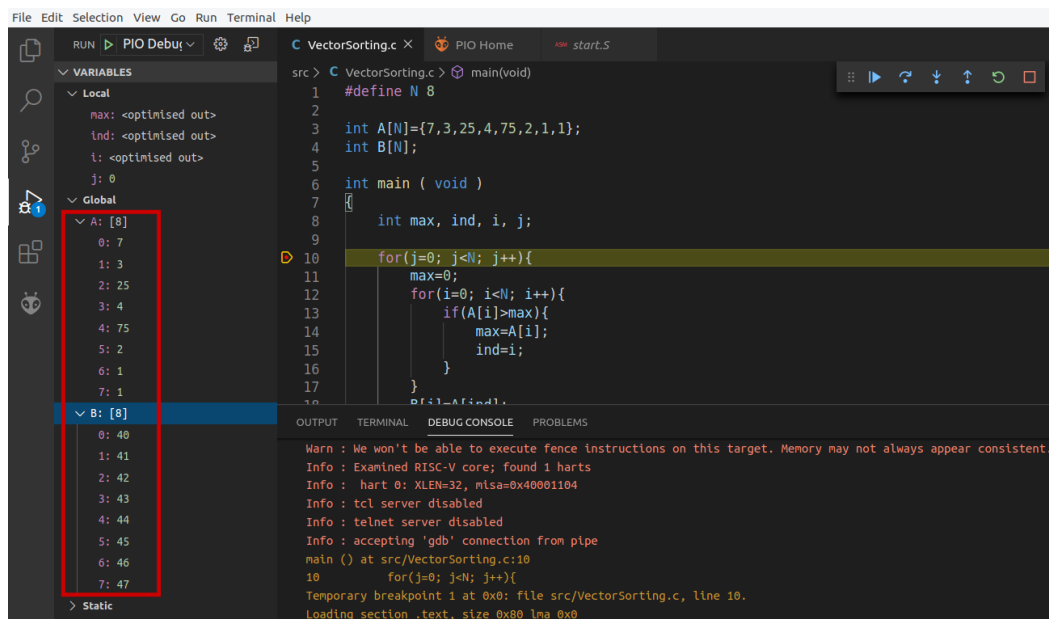

Figura 72. Ejecución detenida al principio del programa
3. Coloque un punto de interrupción en la línea 10 y comience a depurar. La ejecución se detendrá al principio del bucle `for` (Figura 72). Amplíe la sección VARIABLES en la barra lateral del depurador y analice los valores de los vectores A y B (resaltadas en rojo en la Figura 72).